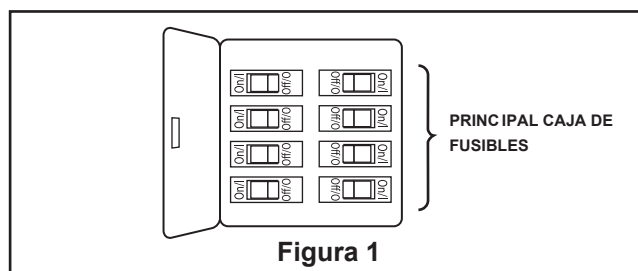

Figura 1
1. Corte el exceso de cable aproximadamente de 15 a 23 cm (6 a 9 pulgadas) por encima de la parte superior del barral. Pele 1,2 cm (½") del aislamiento en cada extremo del cable. (Figura 1)
Para evitar una posible descarga eléctrica, asegúrese de cortar la alimentación eléctrica de la caja de fusibles principal antes de colgar el ventilador. (Figura 1)